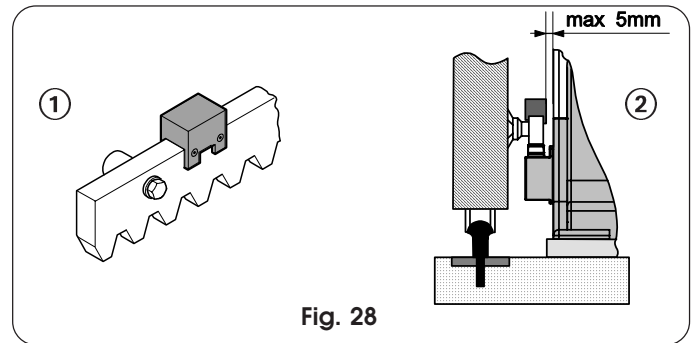

Fig. 28
- Coloque los imanes sobre la cremallera como se indica en la Fig. 28 Ref ①. Compruebe que la distancia entre el imán y el cuerpo del operador sea al máximo de 5mm (Fig. 28 Ref. ②).